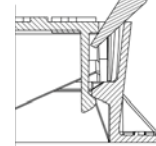

fig. 3
- Fare leva verso il basso fino allo sblocco del sistema di chiusura (fig. 3).